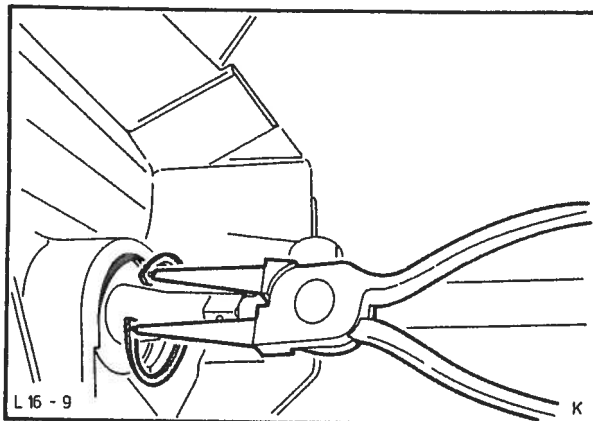

Fig. 22 Montering av speedometerkabel.
18. Fest speedometerkabelen, fig. 22.